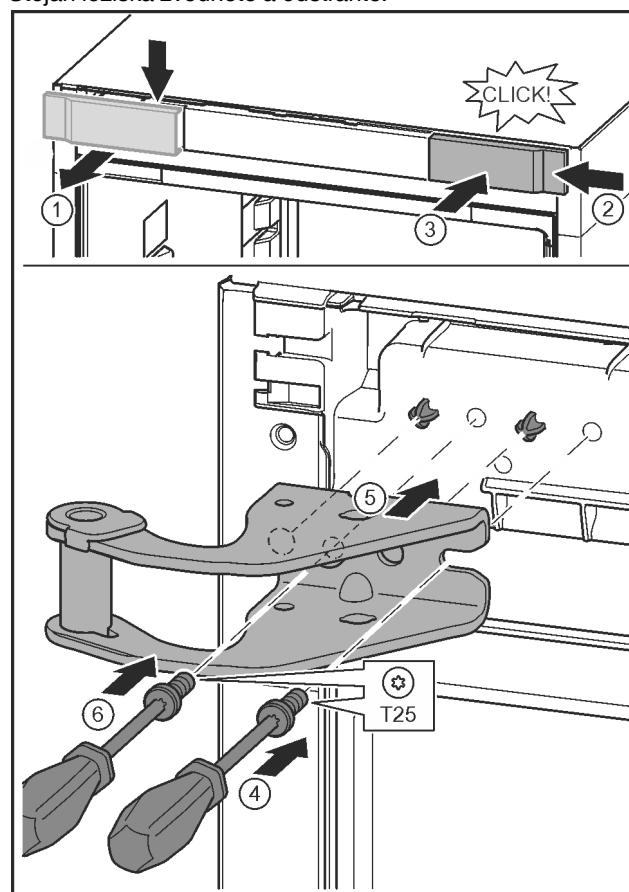

Fig. 10
- ▶ Kryt uvolněte a sejměte do strany. *Fig. 10 (1)*
- ▶ Kryt otočený o 180° zavěste na druhé straně zprava. *Fig. 10 (2)*
- ▶ Zaklapněte kryt. *Fig. 10 (3)*
- ▶ Šroubovákem T25 nasadte šrouby. *Fig. 10 (4)*
- ▶ Nasadte horní stojan ložiska. *Fig. 10 (5)*
- ▶ Utáhněte šroub. *Fig. 10 (4)*
- ▶ Šroubovákem T25 vložte šroub a utáhněte. *Fig. 10 (6)*